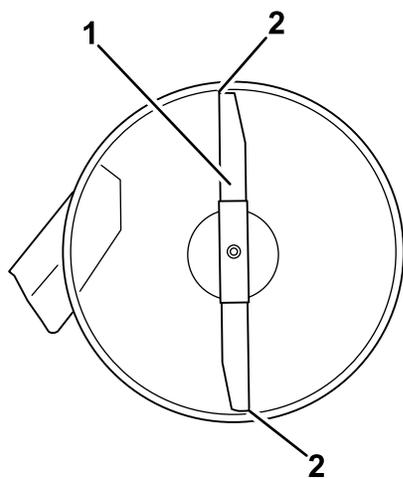
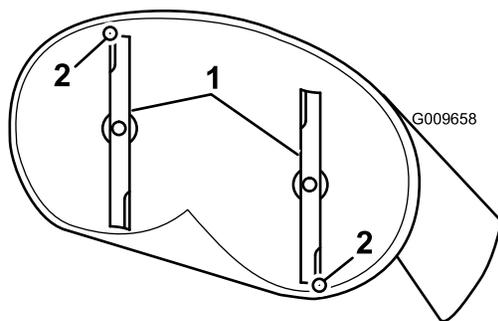

Figure 60
Figure 61
- Faites pivoter les lames avec précaution pour faire passer les pointes avant à l'arrière (Figure 60 et Figure 61).
5. Mesurez la distance entre la pointe de la lame avant et la pointe de la lame arrière par rapport à la surface plane (Figure 60).
9. Une fois le réglage effectué, vérifiez à nouveau l'inclinaison avant/arrière des lames ; continuez d'ajuster l'écrou jusqu'à ce que la pointe avant de la lame soit de 1,6 à 7,9 mm plus bas de la pointe arrière (Figure 60).